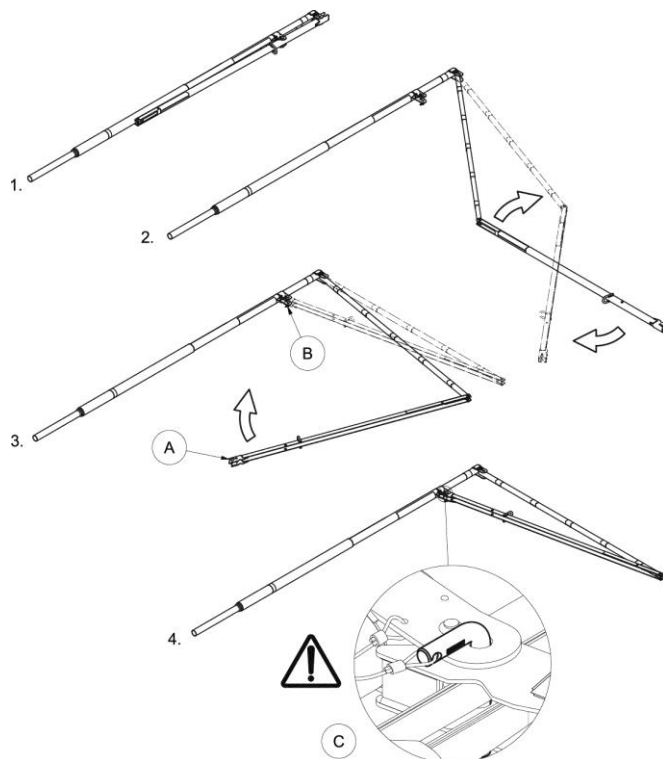

Рис. 28. Процесс сборки анкерного устройства SkyReach
10.1 Установка сложенного устройства SkyReach выполняется в четыре простых шага, см. Рис. 28.